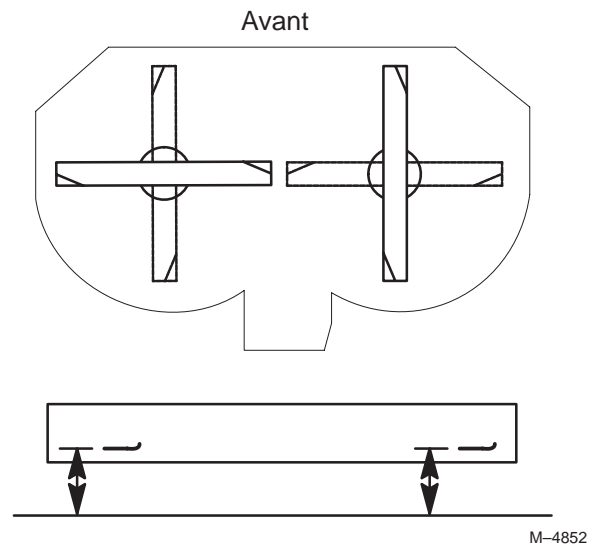

Figure 42
1. Tournez les lames pour qu'elles soient toutes dirigées dans le sens longitudinal (Fig. 42). Mesurez la distance entre la surface plane et la pointe des lames (Fig. 42) et notez cette valeur.